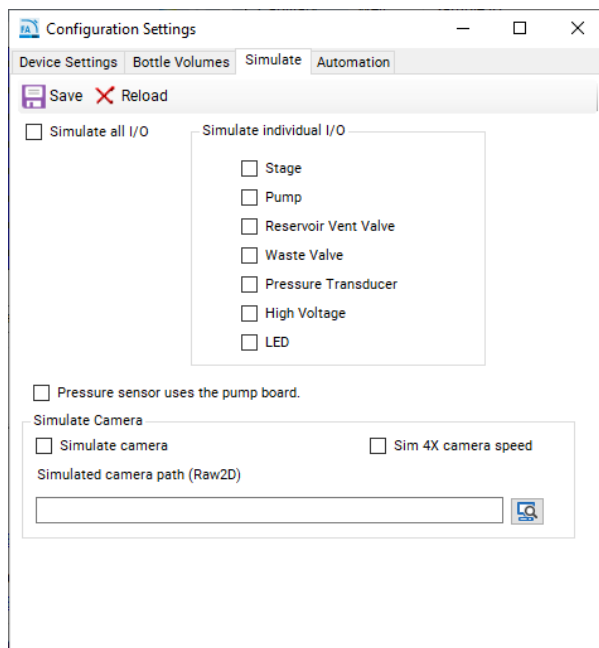

Abbildung 109 Das Menü zur Konfiguration des simulierten Betriebs des 5400 Fragment Analyzer
- 3 Wählen Sie die Registerkarte **Simulate** (Simulation) (**Abbildung 109**).
In **Abbildung 109** werden alle Einzelkomponenten außer dem Tischmechanismus simuliert, was es ermöglicht, die Tischbewegung zu testen und gleichzeitig Pump- und Hochspannungstrennmethode zu simulieren.